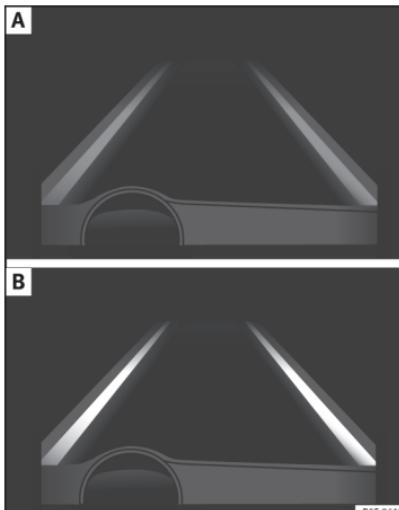

Fig. 217 Sur l'écran du combiné d'instruments : indication sur l'écran de l'assistant de maintien de voie (exemple 1).
- L'assistant est activé, mais indisponible car la vitesse minimale n'a pas été atteinte ou car il ne reconnaît pas les lignes des voies »» **fig. 217 A.**
- L'assistant est activé et disponible, il reconnaît les deux lignes de la voie. Il n'est pas en train de corriger la trajectoire »» **fig. 217 B.**